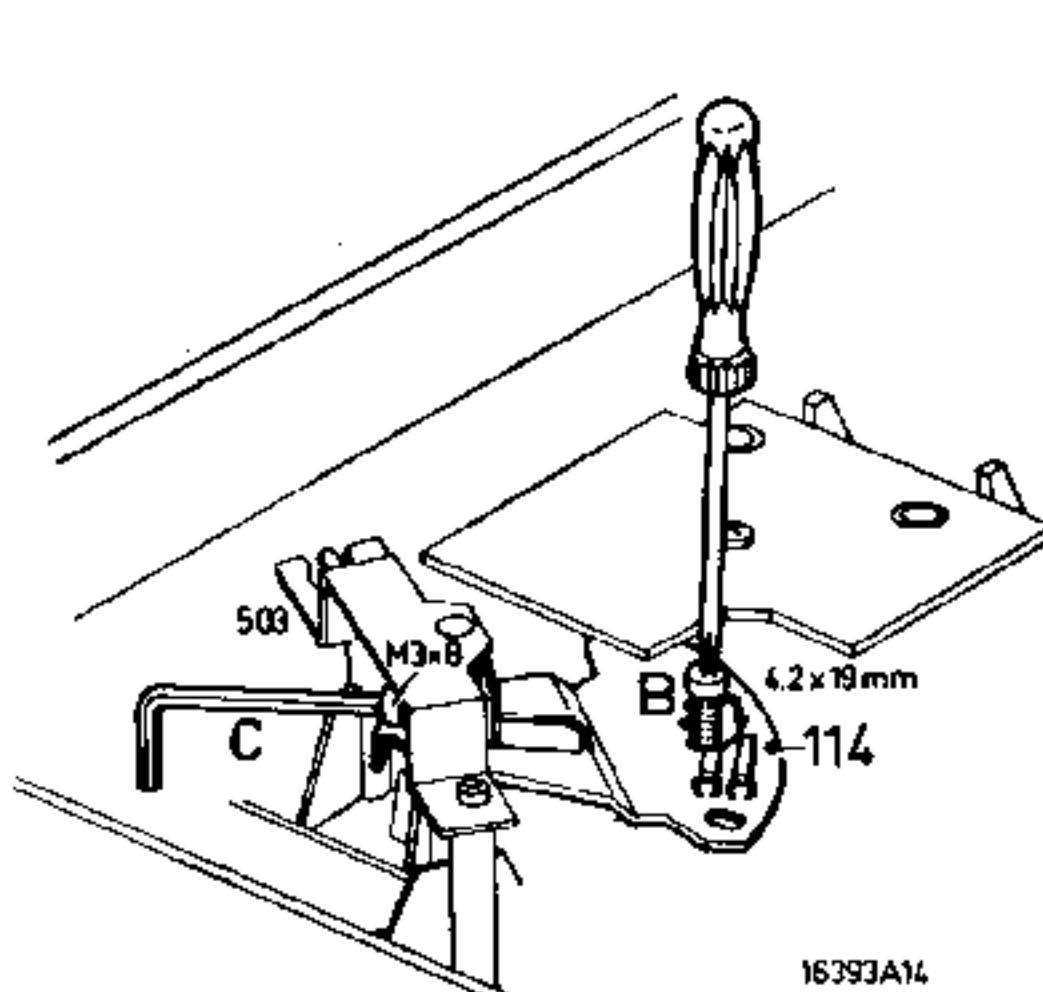

Fig. 4
1. Adjusting the start/stop bracket 114 (Fig. 4)
### 1. Instelling start-stopbeugel 114 (Fig. 4)
### 1. Einstellung des Start/Stopbügels 114 (Fig. 4)
### 1. Réglage de l'étrier marche/arrêt 114 (Fig. 4)
**MEKANISKA OCH ELEKTRISKA JUSTERINGAR****1. Justering av start/stopp-vinkel 114 (Fig. 4)**